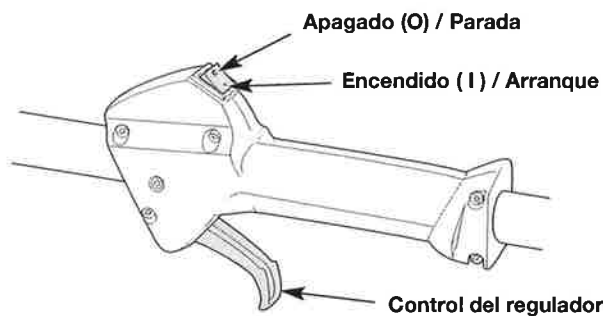

Fig. 3
NOTA: No hay necesidad de encender la unidad. El interruptor de Encendido/Apagado debe estar en la posición ENCENDIDO (I) en todo momento (Fig. 3).
6. Apriete el control del regulador (Fig. 3) y tire de la cuerda **5 veces** con movimiento regulado y firme (Fig. 5).
2. Oprima y no suelte el interruptor de control de Encendido y Apagado en la posición APAGADO (O) hasta que el motor se detenga por completo (Fig. 3).